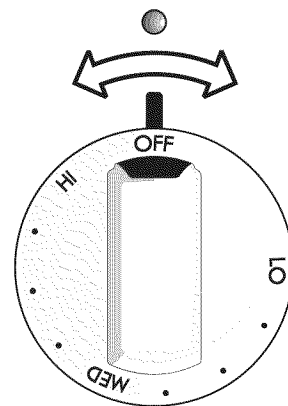

Fig. 1
4. Appuyez sur le bouton de commande du tiroir chauffant et tournez-le dans une direction ou l'autre, jusqu'à la température voulue (fig. 1).